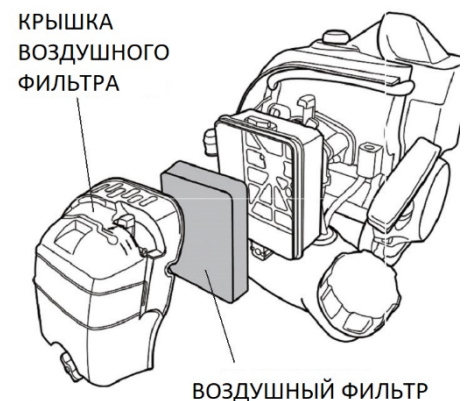

Рис. 11
1. Снимите крышку воздушного фильтра и фильтрующий элемент (Рис. 11).